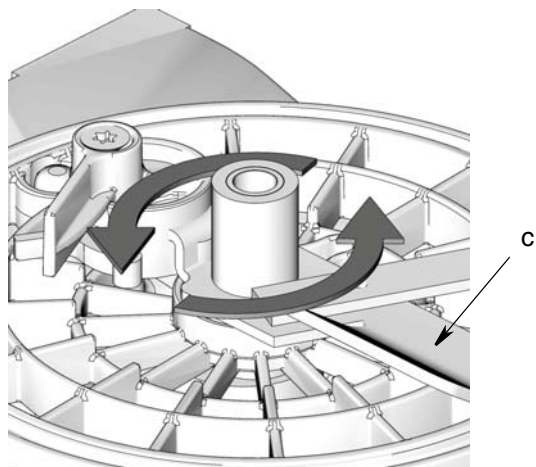

FIG. 8
3. Reinstale la paleta (c) girándola **en sentido contrario a las agujas del reloj** hasta que esté apretada - apretar a mano únicamente (FIG. 8).